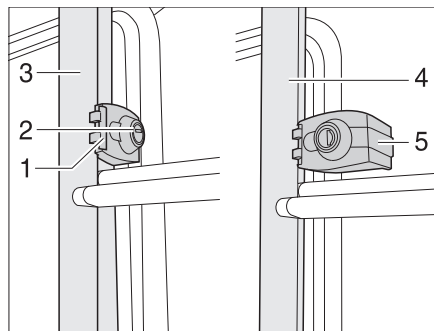

Bild 3 Heckleiter-Verriegelung
- Den Schlüssel in den Schließzylinder (Bild 3,2) der Heckleiter-Verriegelung (Bild 3,1) stecken und eine viertel Umdrehung drehen, bis der Schlüssel senkrecht steht.
- Den klappbaren Teil der Heckleiter (Bild 3,4) festhalten und den Sicherheitsbügel (Bild 3,5) ausschwenken.
- Den Schlüssel in den Schließzylinder (Bild 3,2) der Heckleiter-Verriegelung (Bild 3,1) stecken.
- Den Sicherungsbügel (Bild 3,5) nach innen um das Rohr des festen Teils der Heckleiter (Bild 3,3) schwenken.